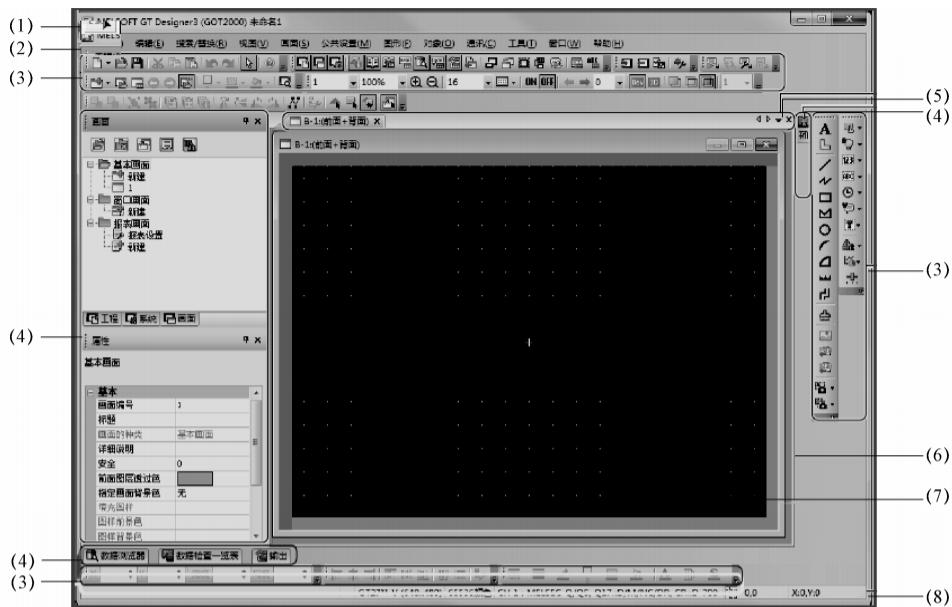
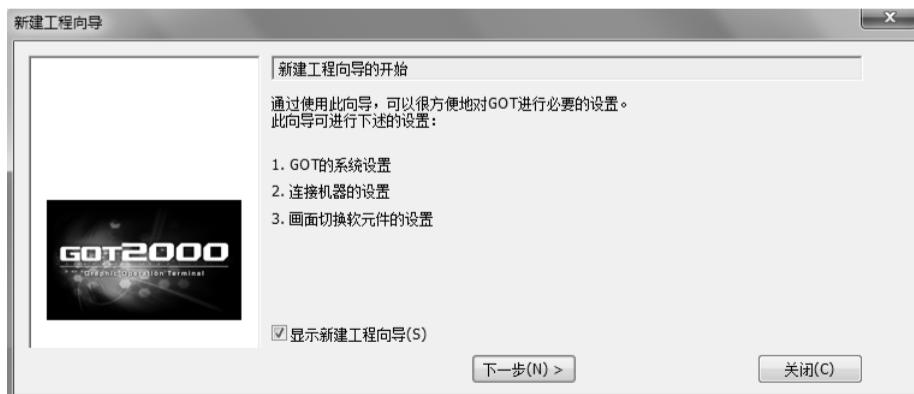

图 1-5-26 GT Designer3 画面结构
图 1-5-27 GT Designer3 向导创建工程 (1)
第一步：在图 1-5-25 所示“工程选择”画面中，单击对话框的“新建 (N) ...”按钮，或者在图 1-5-26 所示画面中选择“工程”→“新建”→“新建”菜单，即弹出“新建工程向导”对话框，如图 1-5-27 所示。
第二步：单击图 1-5-27 中“下一步”按钮，出现如图 1-5-28 所示画面。